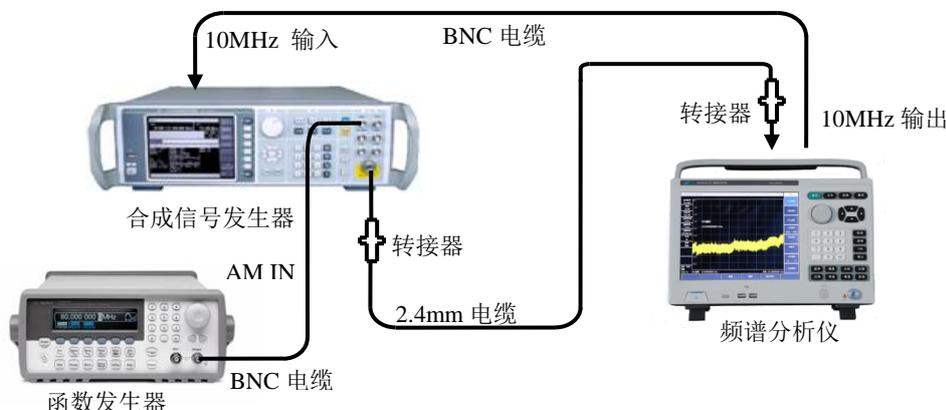

图 11-4 扫描时间准确度测试设置
- 1) 如图 11-4 连接测试设备，函数发生器的输出接到信号发生器的调幅输入端，信号发生器的射频输出接到待测试频谱分析仪的射频输入端口，频谱分析仪为合成信号发生器提供频率参考。